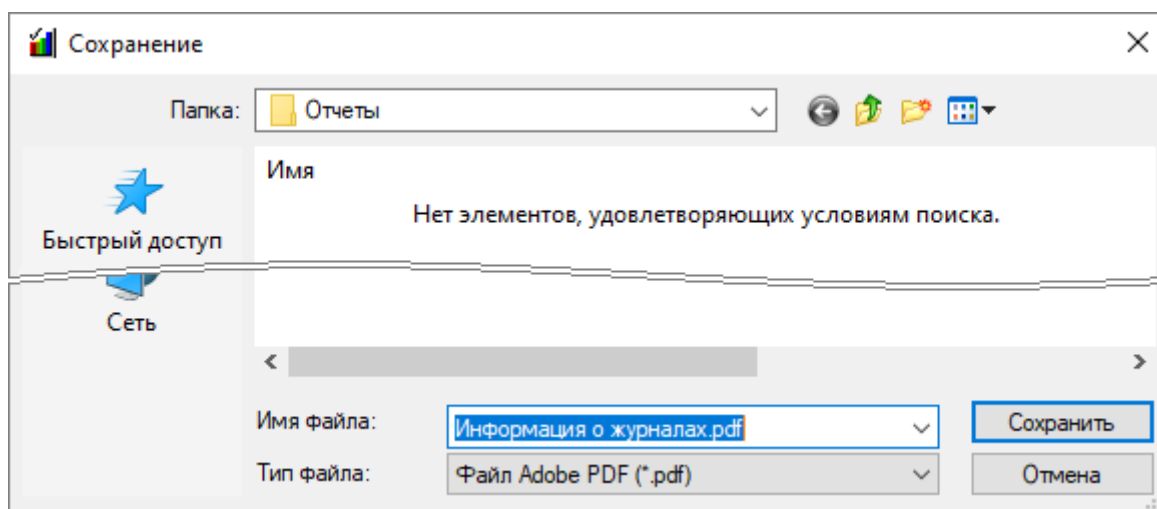

Рисунок 11-320 Окно сохранения отчета в выбранном для экспорта формате PDF
- 3) в появившемся окне «Сохранение» выберите папку для сохранения файла, задайте имя файла (по умолчанию имя файла соответствует наименованию отчета) (см. Рисунок 11-320) и нажмите кнопку «Сохранить», чтобы сохранить отчет в выбранном для экспорта формате (либо нажмите кнопку «Отмена», чтобы отказаться от экспорта отчета).